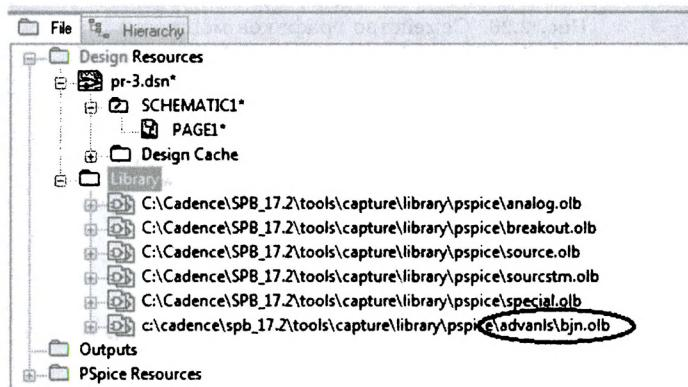

Рис. 2.29. Добавление библиотеки биполярных транзисторов в проект
2. В менеджере проекта добавляем в библиотеки файл *bjn* (рис. 2.29).